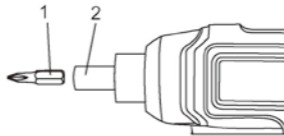

Fig. 4
1. Insérez l'embout de tournevis (1) dans la pince (2), jusqu'à ce qu'il soit solidement retenu par la pince aimantée (Fig. 4).